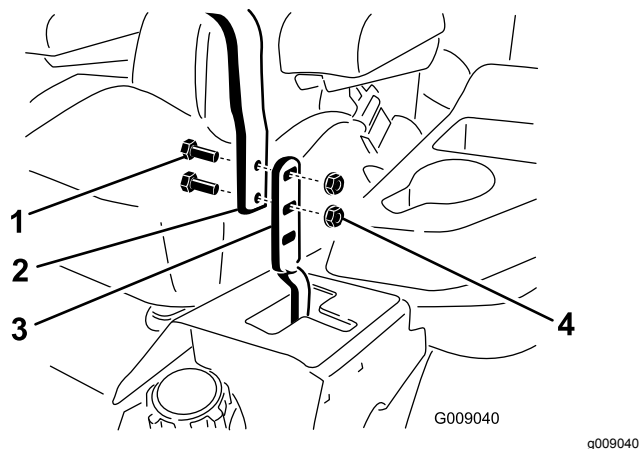

図 65
3. レバーに取り付けられているボルトとフランジナットをゆるめる 図 65。